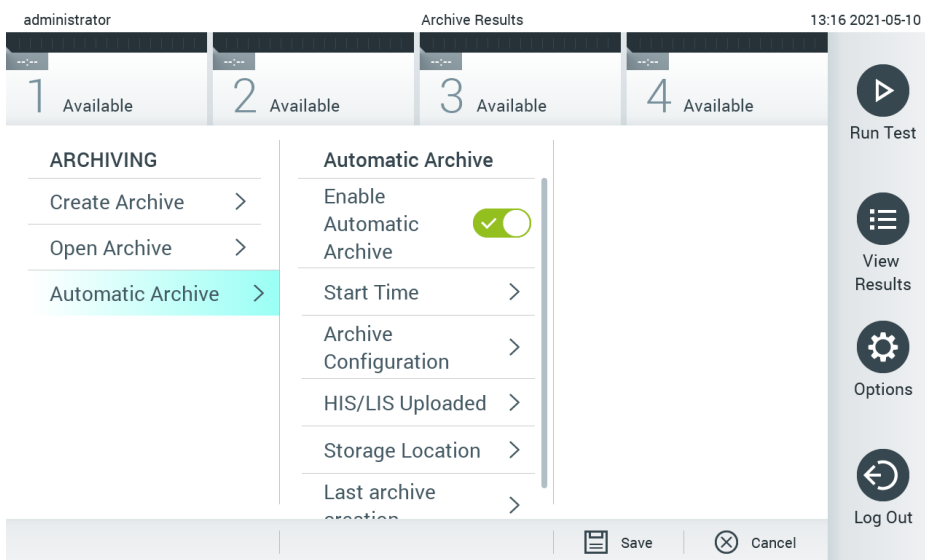

Figura 58. Opțiuni Automatic archive (Arhivare automată).
2. Apăsați **Automatic Archive** (Arhivare automată) și activați caracteristica (Figura 58).